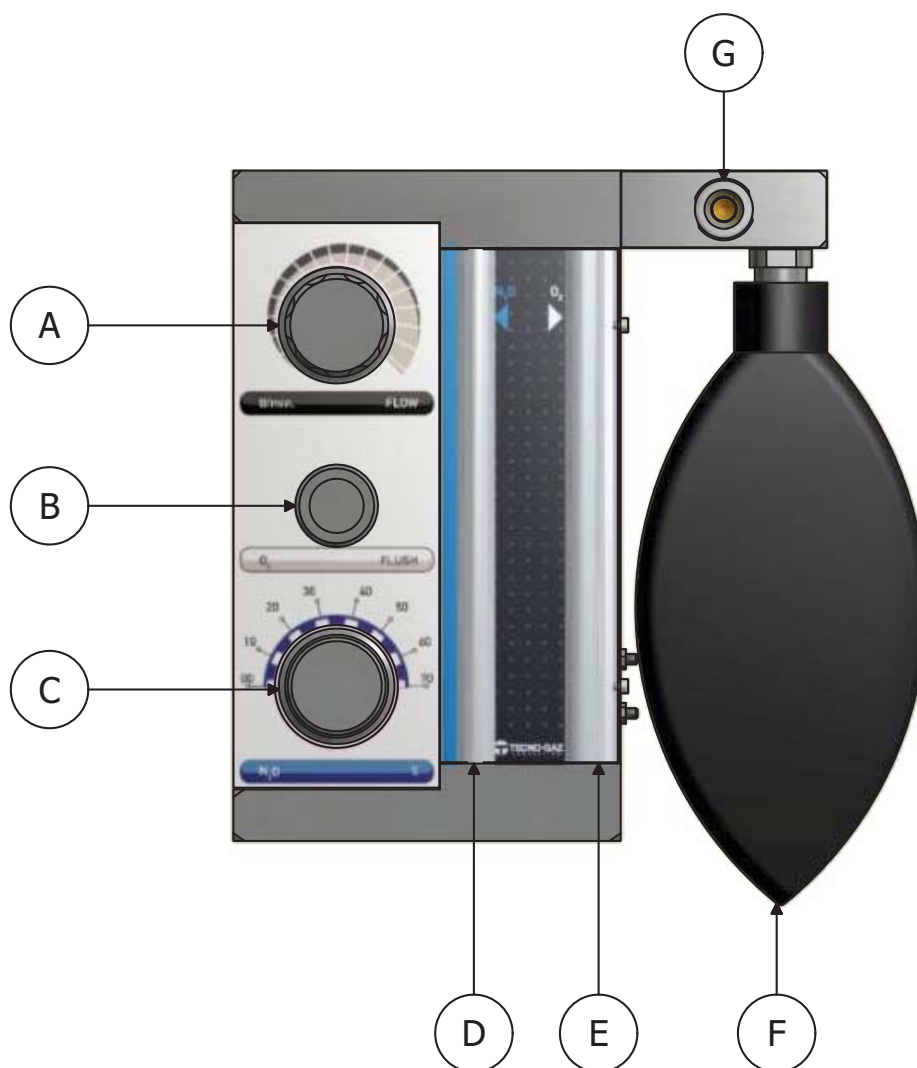

Figura 10
Avec le bouton sélecteur % (Figura 10 Pos C) il est possible de changer le pourcentage de protoxyde d'azote.
Avec la poignée (**Figura 10 Pos C**) % **N₂O** administrer le protoxyde d'azote, configurer **20%**, attendre quelques minutes et observer les réactions du patient.
- **Interrompre la distribution de PROTOXYDE D'AZOTE en tournant le bouton sélecteur (Figura 10 Pos C) %N₂O (dans le sens horaire) en fin de course (0%).**
- **Interrompre la distribution d'OXYGENE en tournant le bouton sélecteur (Figura 10 Pos A) FLOW (dans le sens horaire) en fin de course.**